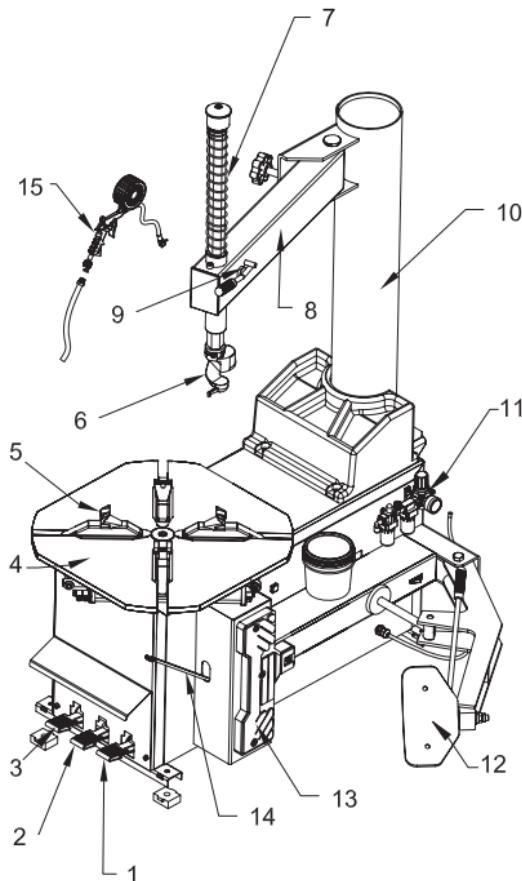

Рисунок 2 – Общий вид шиномонтажного стенда
5. Нажмите педаль вращения стола (3, рис. 2). Монтажный стол должен вращаться по часовой стрелке. Поднимите педаль. Стол должен вращаться против часовой стрелки.
6. Нажмите педаль отжима покрышки (1, рис. 2) до срабатывания лопаты отжима. При отпускании педали она должна вернуться в исходное положение.
7. Нажмите педаль зажима кулаков (2, рис. 2) для разведения кулаков. При повторном нажатии на педаль кулачки сходятся.
8. Нажмите на спусковой крючок на пистолете накачки для выпуска воздуха из наконечника (15, рис. 2).
2. Установите колесо на монтажный стол (4, рис. 2).
- Поместите четыре кулачка (5, рис. 2) в положение, отмеченное маркировкой на столике, выжимая до половины вниз педаль зажима (2, рис. 2).
4. Опустите штангу (7, рис. 2), пока монтажная головка (6, рис. 2) не окажется рядом с ободом над колесом. При помощи блокировки зафиксируйте положение штанги.
6. Поднимите закраину покрышки на носик монтажной головки. Для этого вставьте монтажную лопатку между закраиной шины и носиком монтажной головки, затем приподнимите педаль вращения стола (3, рис. 2).
7. Удерживая монтажную лопатку (14, рис. 2) в нужном положении, вращайте стол по часовой стрелке, полностью выжав педаль вращения стола. Продолжайте, пока шина полностью не отделятся от обода.
3. Зафиксируйте обод колеса при помощи внутренних частей кулаков (5, рис. 2).
- Замечание:** Если вы работаете с ободами одного и того же размера, нет необходимости постоянно фиксировать и освобождать штангу. Вместо этого сдвиньте в сторону консоль (8, рис. 2) с зафиксированной штангой (7, рис. 2).
- Чтобы накачать шину, вставьте наконечник пистолета для накачки (15 рис. 2) в сосок шины при положении запирающего рычажка «UP» («вверх»). Убедитесь, что сопло плотно обхватывает сосок.